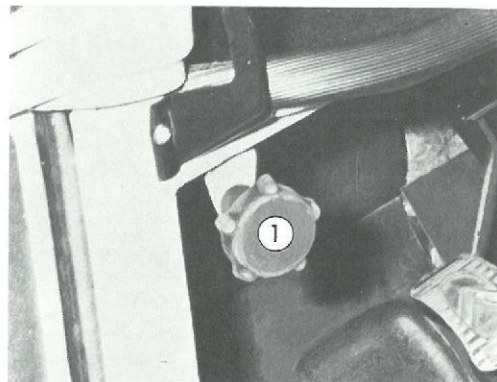

Fig. 32 - Réglage des projecteurs en roulant
- *Réglage en roulant* (Fig. 32).